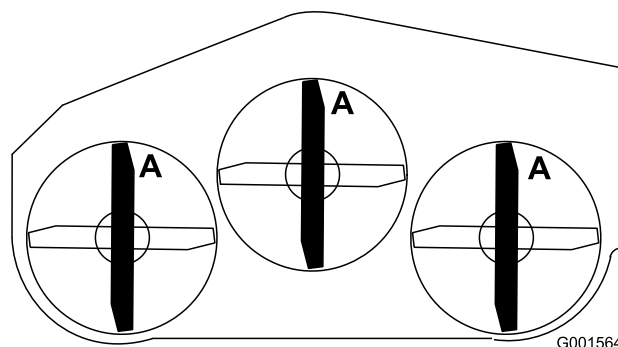

Figure 64
1. Tournez les lames dans le sens longitudinal (Figure 64).